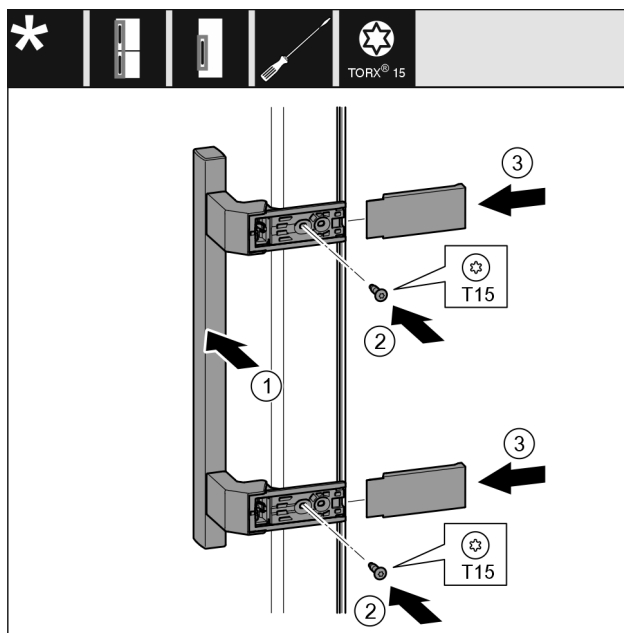

Fig. 11
- Nasadte madlo na protilehlé straně. Fig. 11 (1)
- Šroubovákem T15 pevně utáhněte šrouby. Fig. 11 (2)
- Kryty bočně nasadte a nasuňte. Fig. 11 (3)